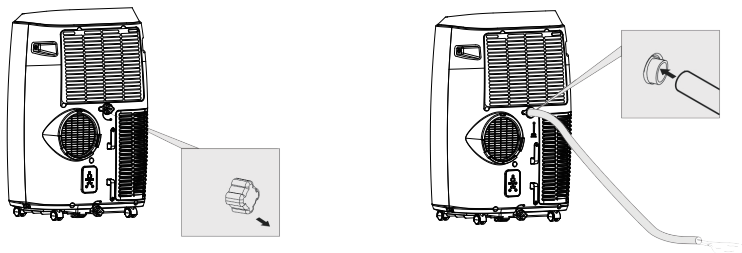

Fig. 10a
L'installation du kit de glissière de fenêtre est principalement "horizontale" et "verticale". Comme indiqué sur les Fig.10 et Fig.10a, vérifier les dimensions minimales et maximales de la fenêtre avant l'installation.
1. Montez le kit de fenêtre sur la fenêtre (Fig.10, Fig.10a);